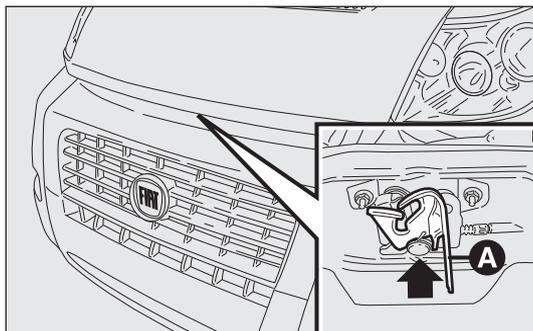

Abb. 130
- den kleinen Hebel A-Abb. 130 wie abgebildet ziehen;